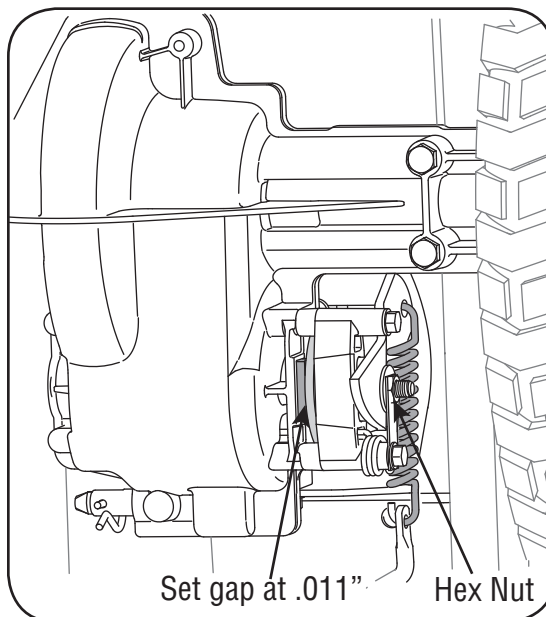

Figura 16
1. Mirando la transmisión desde el lado derecho del tractor, localice el resorte de compresión y el disco del freno. Consulte la Figura 16.
2. Afloje, pero NO extraiga, la tuerca hexagonal ubicada del lado derecho del montaje del freno. Vea la Figura 16.